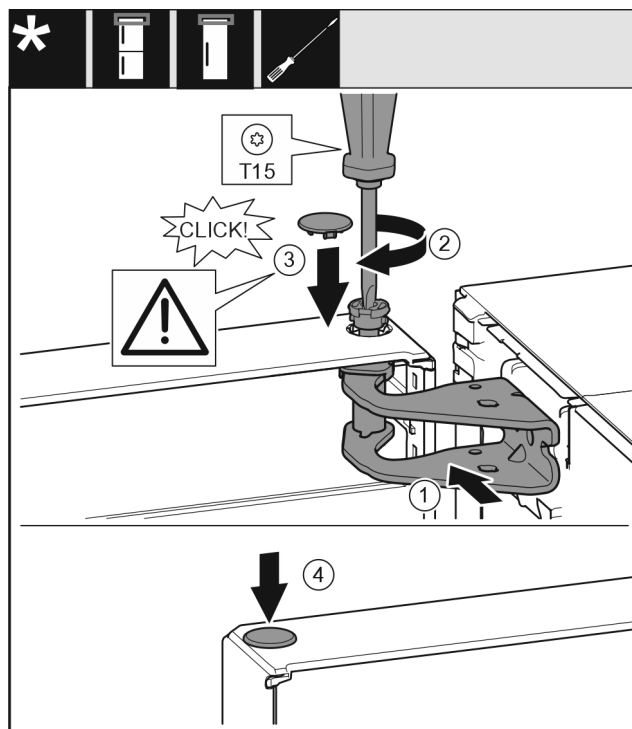

Fig. 25
- Вирівняйте двері зверху з отвором в опорному кронштейні Fig. 25 (1).
- Вставте штифт Fig. 25 (2) та закрутіть за допомогою викрутки.
- Вставте кришку Fig. 25 (3).
- Перевірте, щоб кришка Fig. 25 (3) щільно прилягала до дверей.
- Вставте кришку Fig. 25 (4).